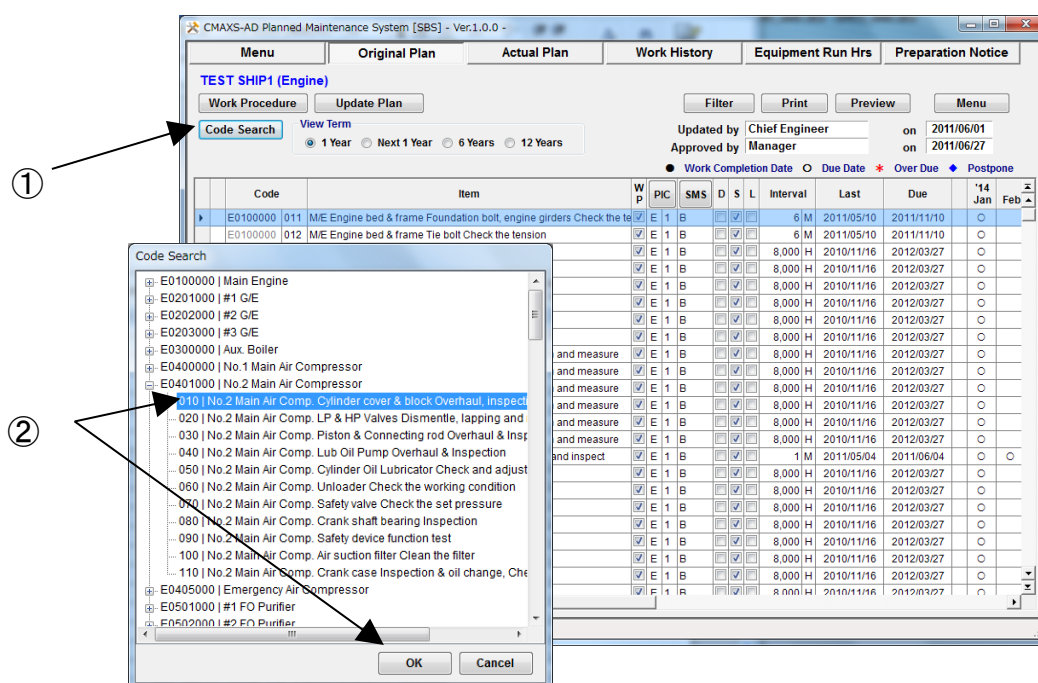

図 16-1 Original Plan 画面
- (1) “Original Plan”画面(図 16-1)で[Code Search]ボタンをクリックしてください。
- (2) 機器及び保守作業項目左側の[+]マークをクリックしてツリーを展開し、[OK]ボタンをクリックしてください。
- (3) “Original Plan”画面に戻り、上記(2)で選択した保守作業項目がリストの1番上に表示されます。